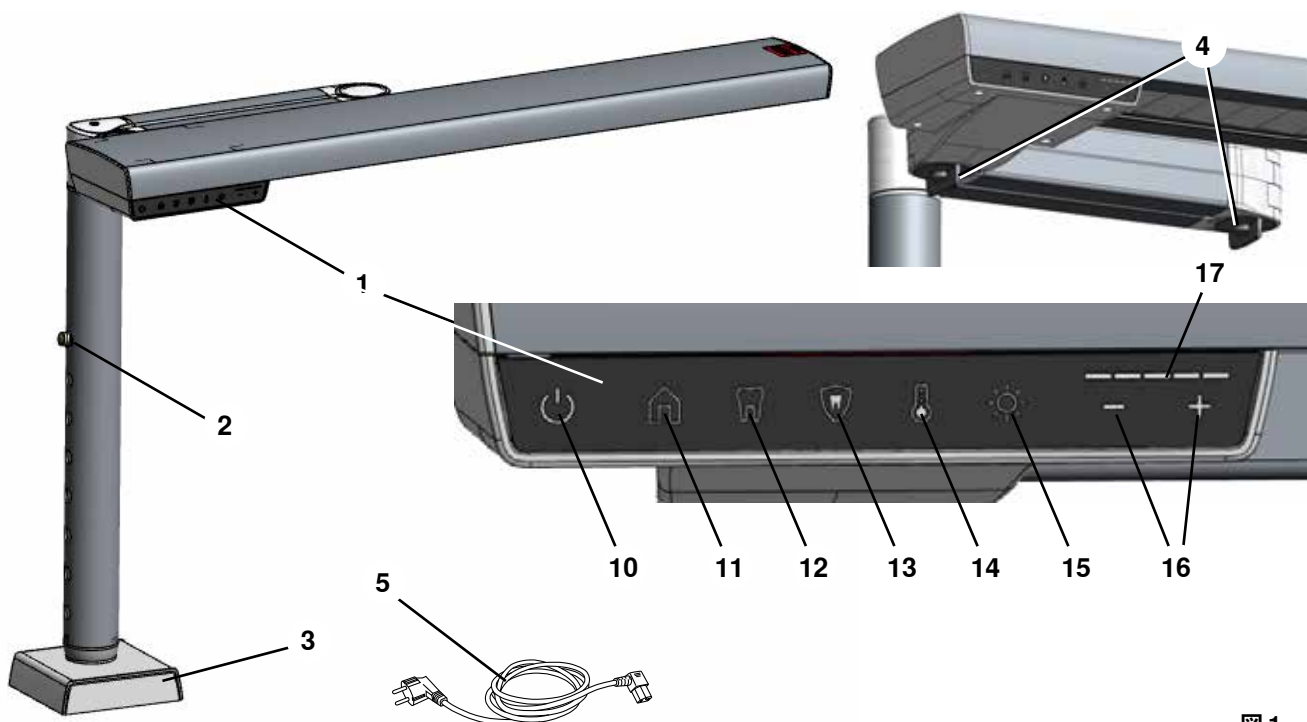

図 1
⇒高さ調節ロック（2、図1）を押し込み、ベース上のインナー チューブを最大位置まで引き出します。
適切な取り付け位置を決定するには、ジョイント ロック（図 1 の 4）を緩め、前に説明した最適な位置に作業場ランプを移動できることを確認します（4.2.1 章）。
- ◆ 明るさボタン (15、図1) が点灯します。
- ◆ 現在の明るさがインテンシティディスプレイ (17、図1) に表示されます。